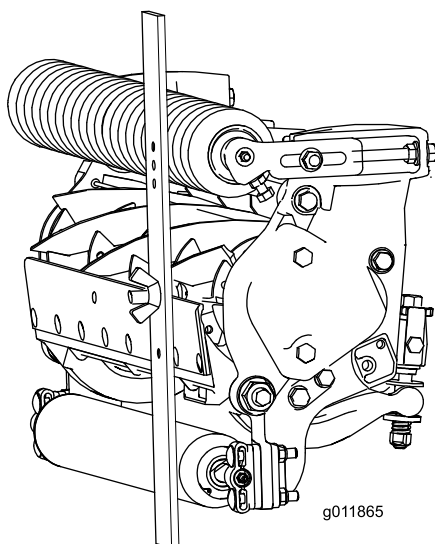

Рисунок 19
3. Зацепите головку винта за режущую кромку неподвижного ножа и приложите заднюю часть планки к заднему валику (Рисунок 19).
4. Поворачивайте регулировочный винт до тех пор, пока передний валик не коснется измерительной планки (Рисунок 19). Регулируйте оба конца валика до тех пор, пока весь валик не встанет параллельно неподвижному ножу.